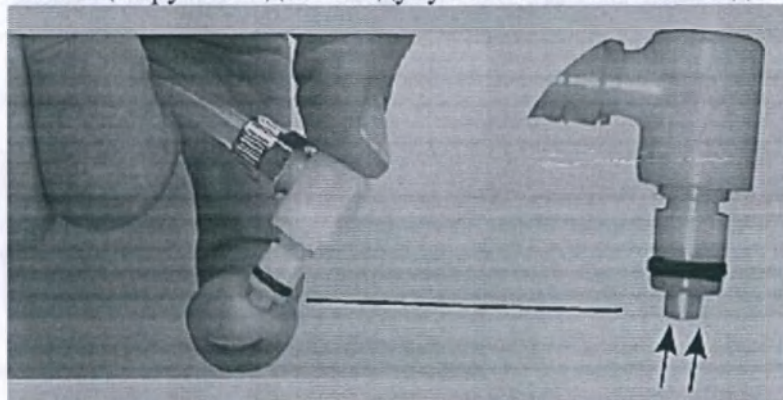

Рис. 23. Продувка соединительной трубки мешка для воды
- Подсоединить мешок для воды к разъему аппарата MAGNETOLITH для заливания воды (см. Рис. 23) и удерживать его над аппаратом таким образом, чтобы обеспечить поступление воды в водяной контур.